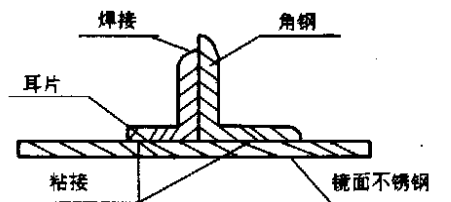

图1 镜面不锈钢安装示意图
(1) 镜面不锈钢材料厚度只有 3 mm , 防止镜面不锈钢焊接变形和变色是关键。为此拼接缝采用氩弧焊焊接,以小电流焊接,严格控制焊接层间温度,待降至 60°C 以下时才进行焊接,防止产生热裂缝。并采取均匀对称焊接,以减少整体焊接应力。必须逆向分段焊接,以减少焊接变形。
(2) 镜面不锈钢与角钢接触面除用粘结剂粘结外,并加耳片焊接在角钢上,如图1。